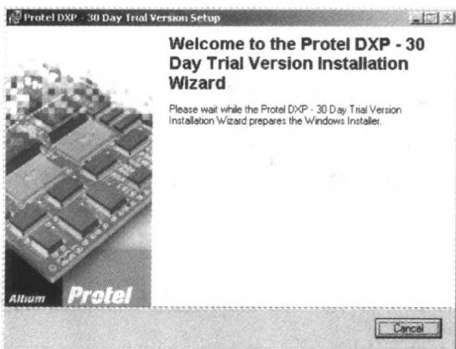
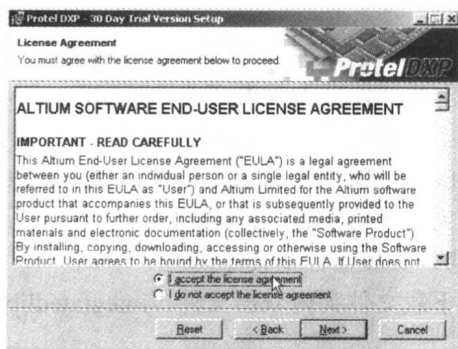
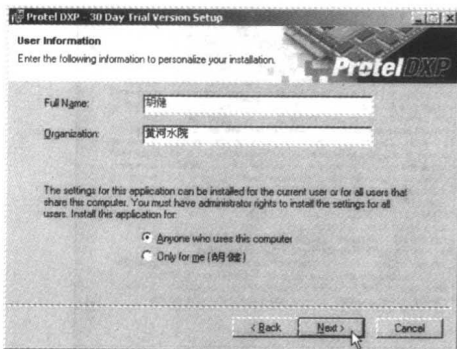
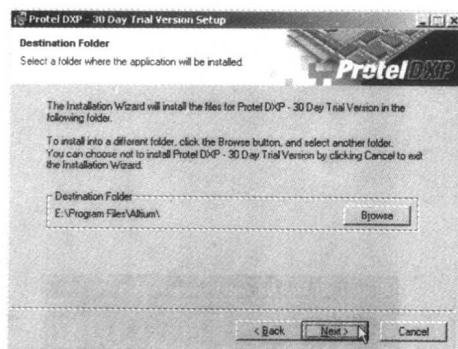

图 1-5 安装向导欢迎窗口
图 1-6 最终用户许可协议窗口
图 1-7 输入用户信息
图 1-8 选择安装路径
解压缩完成将弹出安装向导欢迎窗口，如图 1-5 所示，并迅速弹出最终用户许可协议窗口，如图 1-6 所示。此时，只有选中“**I accept the license agreement**”选项，同意该协议，才可继续安装，否则将终止安装。
然后单击 **Next >** 按钮，弹出用户信息输入窗口，如图 1-7 所示，单击 **Cancel** 按钮将退出安装；单击 **< Back** 按钮，返回安装向导欢迎窗口；单击 **Reset** 按钮可以重新选择安装。
在图 1-7 所示的用户栏内填入用户名及组织名称，并选择允许使用该软件的用户类型，然后单击 **Next >** 按钮，出现安装路径选择窗口，如图 1-8 所示。
若选中接受许可协议中规定的条目,就会弹出与图 1-8 相同的安装路径选择窗口。此时
2) 将安装光盘放入 CD-ROM 驱动器, 默认情况下光盘会自动运行, 否则可以打开光盘目录, 然后双击 “Setup.exe” 图标, 将弹出如图 1-5 所示的安装向导欢迎窗口, 随后出现如图 1-6 至图 1-8 所示信息窗口。